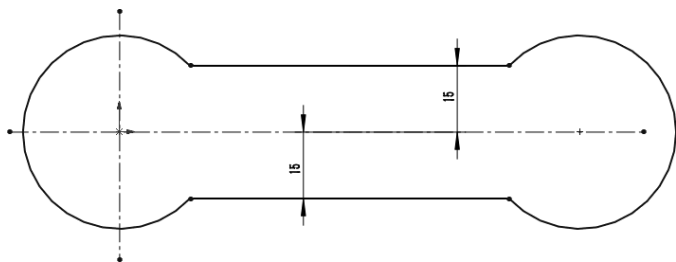

图 2-128 图形修剪效果
STEP 7 单击“草图”工具栏中的“剪裁实体”按钮, 单击“强劲剪裁”按钮, 鼠标顺次划过要剪裁的线条区域，对图形执行剪裁操作，如图 2-128 所示。